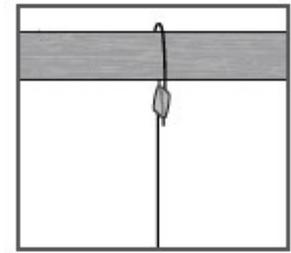

FIGURE 13: REMOVE KEY
10. Извлеките ключ и закрепите фиксатор (см. рисунок 13).